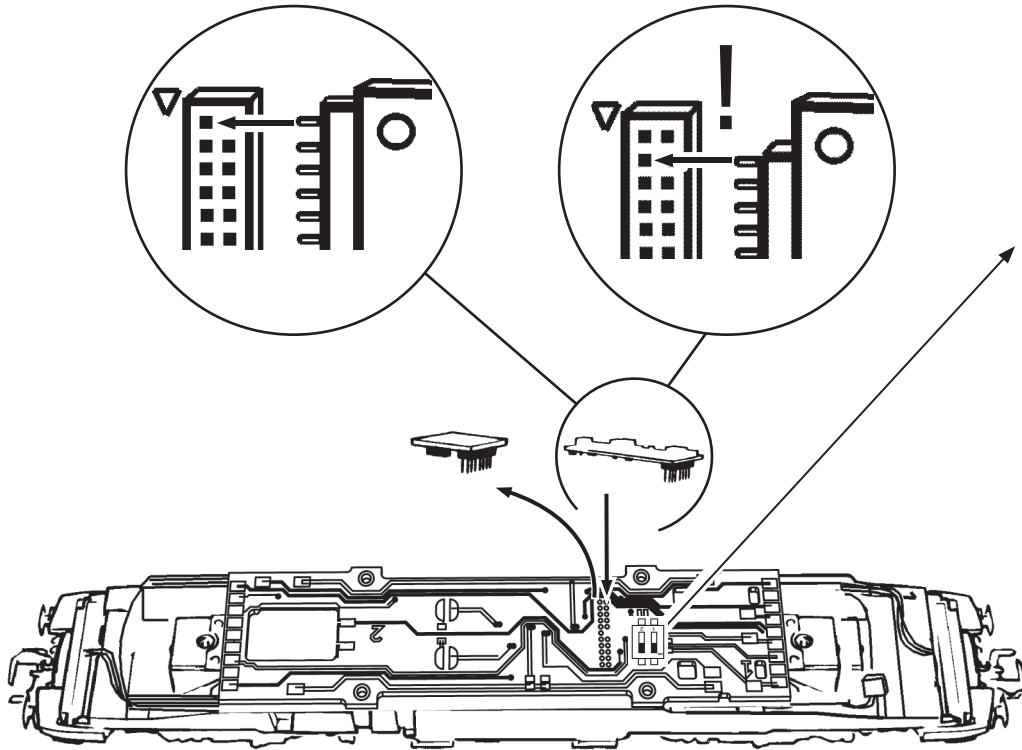

Fig. 8
2. Schmierung: Versehen Sie die im Schmierplan in Fig. 8 gekennzeichneten Stellen mit nur **kleinen Öltröpfen**. Dazu zuerst das Lokgehäuse abnehmen (Fig. 3). Wir empfehlen den **ROCO Öler Art.-Nr. 10906**. Fürs Schmieren der Getriebeteile (Zahnräder, Schnecke) empfehlen wir das **ROCO-Spezialfett Art.-Nr. 10905**. Im Falle der Schmierung diese Teile **nicht ölen**.
2. Lubrication: Apply **tiny oil drops** to spots marked in fig. 8. Prior to lubrication dismantle locomotive (fig. 3). We recommend using item no. **10906, Roco oiler**. For lubrication the gearparts (e.g. cogwheels, worm) we should recommended our Roco **special grease** (item no. **10905**).
2. Smörjning: Lägg små droppar olja på platserna som vitsas på fig. 8. **ROCO:s olja art. nr. 10906** rekommenderas för detta. Använd **ROCO:s specialfett art. nr. 10905** för smörjning av kuggjul. Om dessa delar redan är smorda/infettade vänta med smörjning/infettning till ett senare tillfälle.